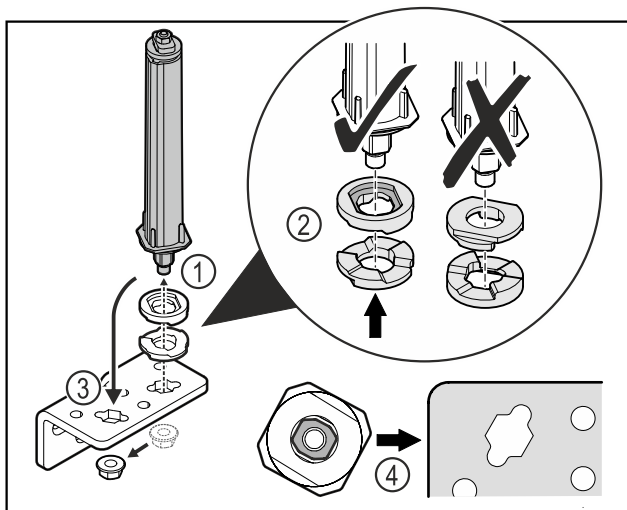

Fig. 52
- ▶ Oldja ki az anyát, és távolítsa el az ajtózáro rendszert Fig. 52 (1).
- ▶ Ügyeljen a magasságállító alátétek helyes beigazítására Fig. 52 (2).
- ▶ Helyezze át az ajtózáro rendszert a zsanéridomban, és rögzítse az anyával Fig. 52 (3).
- ▶ Behelyezéskor ügyeljen az ajtózáro rendszer helyes beigazítására Fig. 52 (4).